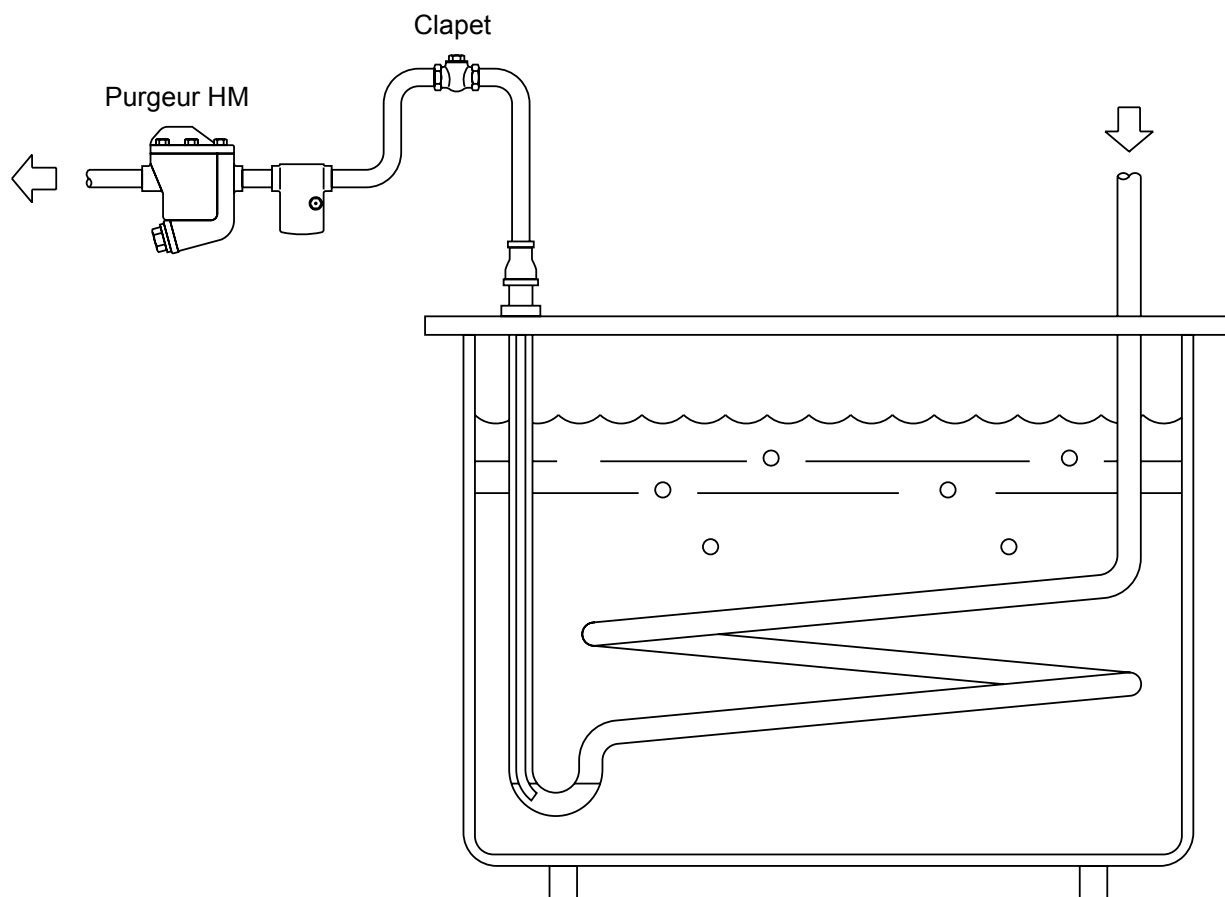

Fig. 6
3.8 Si le purgeur a été installé à un niveau plus élevé que le point de purge, une conduite ascendante de plus petit diamètre (avec un siphon en U à la partie inférieure) devra être utilisée. Un clapet de retenue devra être installé en amont du purgeur pour empêcher la perte du joint d'eau (voir Fig. 6).